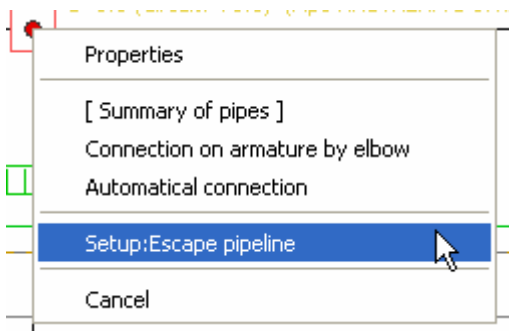

Рис. 3.2-31 Переключение задания подающего трубопровода в задание отводящего трубопровода
6. В таком же порядке создайте вертикальный и горизонтальный обратный трубопровод. После щелчка иконки создать трубопровод щелкните правой кнопкой мыши и в шторке выберите возможность *Return pipe design/Задавать: Отводящий трубопровод*. (Рис. 3.2-31) Трубопровод окончите так же как подводящий трубопровод – перед котлом свободно в пространстве.